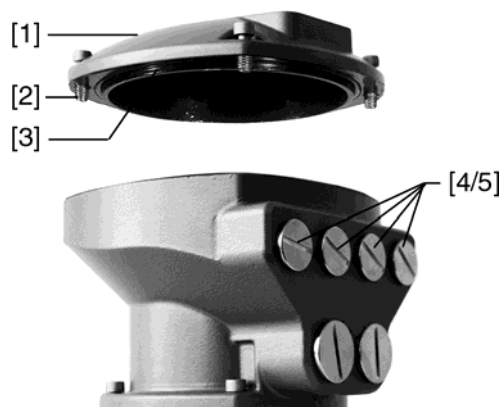

Abb. 1: LWL-Rundstecker
Der LWL-Anschluss befindet sich im LWL-Rundstecker. Die Anschluss-Platine ist nach Abnehmen des Deckels (Abb. 1, [1]) gut zugänglich:
6. Dichtflächen an Deckel (Abb. 1, [1]) und Gehäuse säubern.
7. Prüfen, ob O-Ring (Abb. 1, [3]) in Ordnung ist, O-Ring richtig einlegen.
8. Deckel (Abb. 1, [1]) aufsetzen und Schrauben (Abb. 1, [2]) gleichmäßig über Kreuz anziehen.
9. Kabelverschraubungen (Abb. 1, [4]) festziehen.